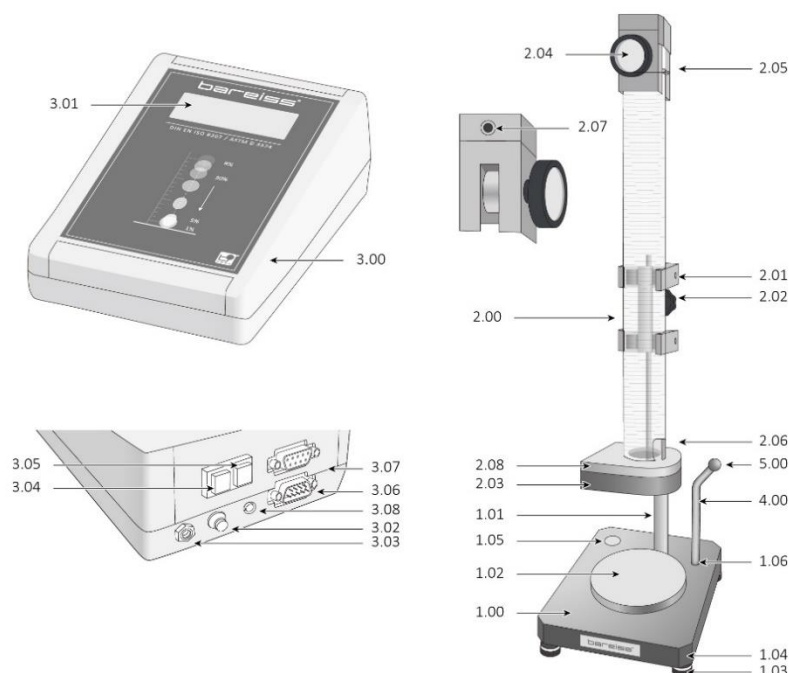

Abb. 4 Aufstellen des Prüfständers und der Elektronikeinheit
- Schalten Sie das Messgerät durch Drücken des Netzschalters (3.02, Abb.4) ein.
Das Display (3.01, Abb.4) zeigt: